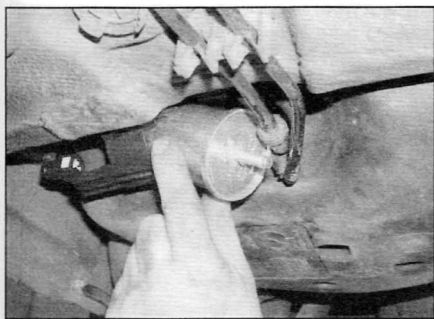

Рис. 20.4. Отпустите выступ на фиксирующем хомуте и извлеките топливный фильтр из соответствующего держателя
- 4 Отпустите выступ на фиксирующем хомуте и извлеките топливный фильтр из соответствующего держателя, отметив для себя, как он установлен (рис. 20.4). Утилизируйте «старый» фильтр надлежащим образом. Он обладает повышенной огнеопасностью и, будучи брошенным в огонь, может взорваться.